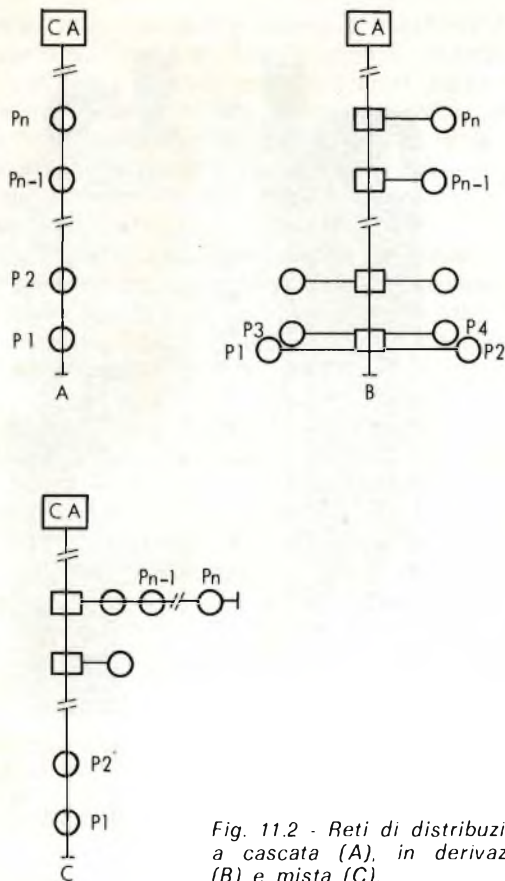

Fig. 11.2 - Reti di distribuzione: a cascata (A), in derivazione (B) e mista (C).
- come schematizzate nella Fig. 11.2 rispettivamente con le sigle A, B e C.